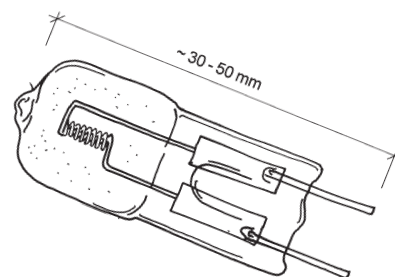

Fig. 232
- 232 **Halogenkapsler** er små, kompakte lyskilder med svært høy temperatur på glasset, se fig. 232. De bør bare benyttes i armaturer med frontglass og speiloptikk. Lampene fins i både klar og matt utførelse, for spenninger på 6, 12 og 24 V, med wattstyrke fra 5 – 100. På grunn av den høye temperaturen og UV-strålingen bør denne lampen bare benyttes i armaturer med frontglass. Dersom armaturen ikke har glass, bør vi velge lamper med UV-stopp. Lampetypen brukes i hjemmet og særlig som lesebelysning og effektbelysning.